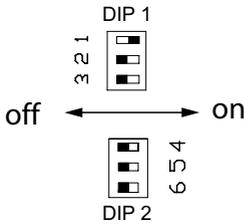

Figura 4.11
- Verificare che la posizione dei jumper sia come in Figura 4.11